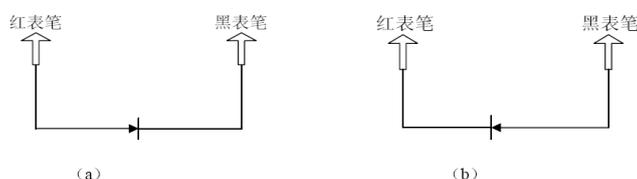

图1.1 测量二极管
(4) 二极管导通电压检测:在这一档位，红表笔接万用表内部正电源，黑表笔接万用表内部负电源。两表笔与二极管的接法如图1所示。若按图1.1 (a)接法测量，则被测二极管正向导通，万用表显示二极管的正向导通电压，单位是mV。通常好的硅二极管正向导通电压应为500mV~800mV，好的锗二极管正向导通电压应为200mV~300mV。假若显示“000”，则说明二极管击穿短路，假若显示“1”，则说明二极管正向不通。若按图1.1 (b)接法测量，应显示“1”，说明该二极管反向截止，若显示“000”或其它值，则说明二极管已反向击穿。